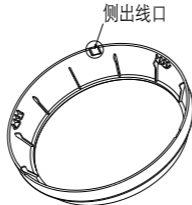

图3-1 侧出线口位置
1. 按照实际施工需求，如果天花板无法开孔出线，用户可以使用钳子把如图 3-1 所示的外罩实线框区域内的塑胶料夹去，然后将电源线、视频线接口线穿过此孔并固定在天花板上，从而避免在天花板上开孔来放置相关接线，简化安装过程，外罩上共有三个侧出线位置可选。